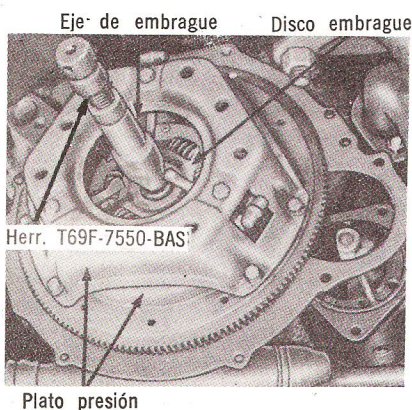

Fig. 4 — Instalación de Disco de Embrague.
2. Alinee el disco del embrague con la herramienta ilustrada en la Fig. 4 y apriete los 6 tornillos de sujeción de la cubierta, uniformemente, a las especificaciones. Quite la herramienta.